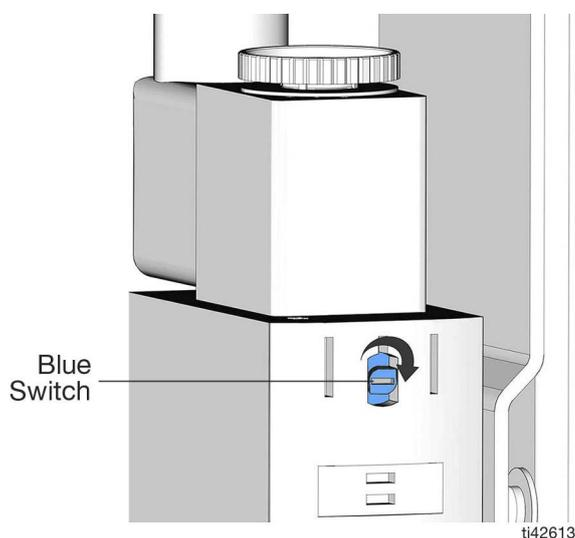

FIG. 5: Posición de control manual
1. Inserte un destornillador pequeño de punta plana en la ranura del tornillo del interruptor de control manual azul (FIG. 5).